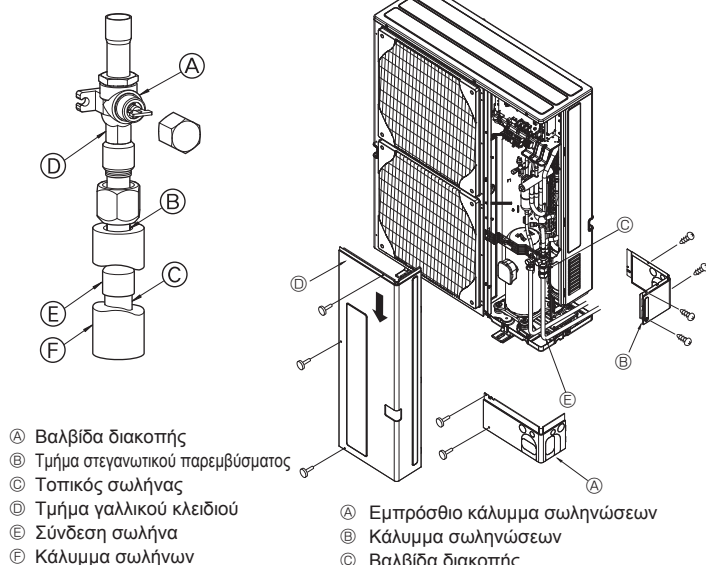

Fig. 4-3
- Ακολουθήστε την παρακάτω διαδικασία για να συνδέσετε τη σωληνώση αερίου. (Fig. 4-3) (SHW230)
- Χαλκοκολλήστε την παρεχόμενη σύνδεση σωλήνα (E) στην εξωτερική μονάδα χρησιμοποιώντας υλικά χαλκοκόλλησης τα οποία παρέχονται τοπικά και τον τοπικό σωλήνα (C) χωρίς οξυγόνο.
- Συνδέστε τη σύνδεση σωλήνα (E) με τη βαλβίδα διακοπής αερίου. Χρησιμοποιήστε δύο κλειδιά για να σφίξετε το περικόχλιο.